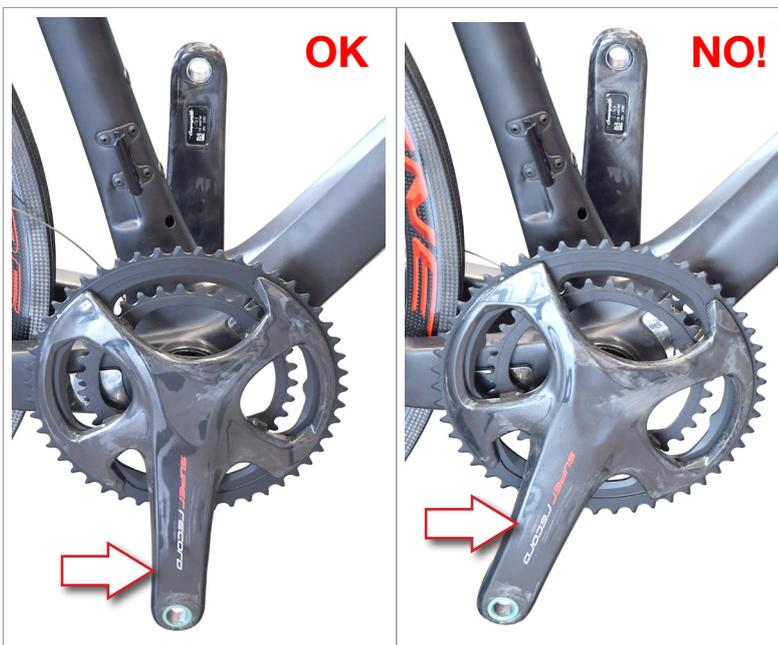

Fig.6
- Asegúrese de que las bielas estén correctamente alineadas (Fig. 6).